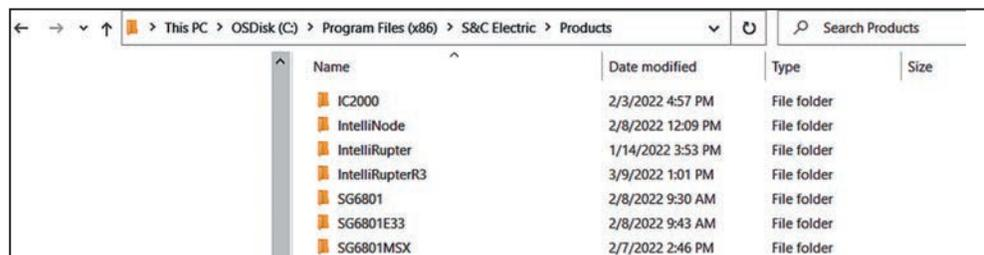

Figura 38. La carpeta del programa seleccionado que se va a cargar.
PASO 5. Si ya hay instalado algún Software de Configuración IntelliLink, elimínelo desinstalándolo desde el programa Windows con la opción **Uninstall (Desinstalar)**. Ver Figura 38.